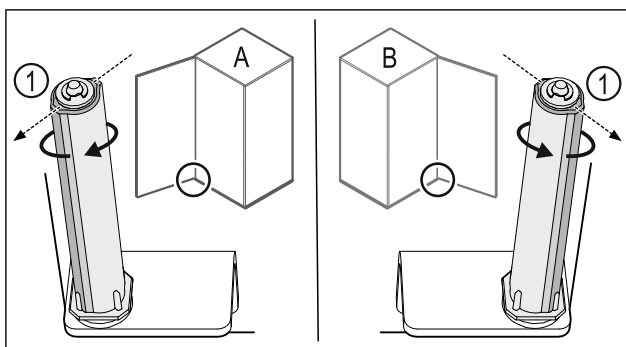

Fig. 43 Feste på venstre side (A) / feste på høyre side (B)
- ▶ Drei lukkesystemet mot motstanden til rillen på lukkesystemet Fig. 43 (1) peker utover.